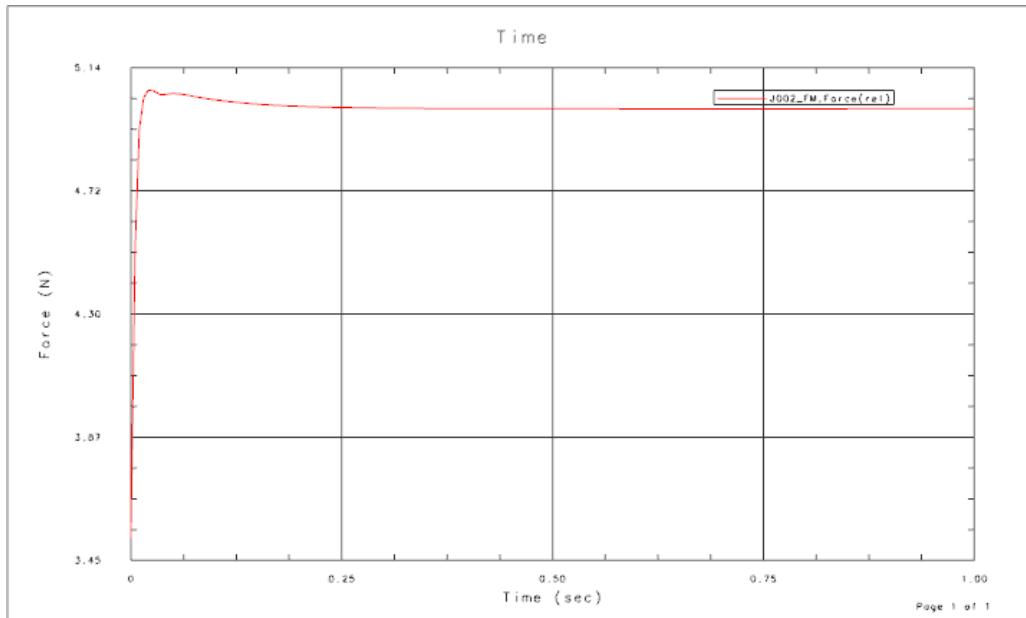

图 8.4.5 旋转副 J002 处的反作用力-时间曲线
(1) 选择下拉菜单**分析(A)** →  **运动(M)...** →  **图表(G)...**命令，系统弹出“图表”对话框，单击其中的**对象**选项卡。
(2) 在“图表”对话框的**运动模型**区域选择旋转副J002，在**请求**下拉列表中选择**力**选项，在**分量**下拉列表中选择**力幅值**选项，单击**Y轴定义**区域中的按钮。
(3) 选中“图表”对话框中的 **保存**复选框，然后单击...按钮，选择D:\ug85.16\work\ch08.04\hang\_asm\hang\_asm.fu为保存路径。
(4) 单击**确定**按钮，系统进入函数显示环境并显示旋转副J002处的反作用力-时间曲线，如图8.4.5所示。